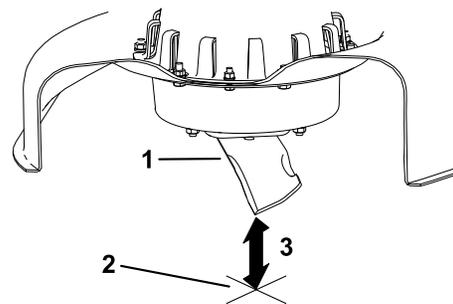

**Figura 31**
4. Rode a mesma lâmina 180 graus para que a extremidade de corte oposta fique na mesma posição (Figura 31).